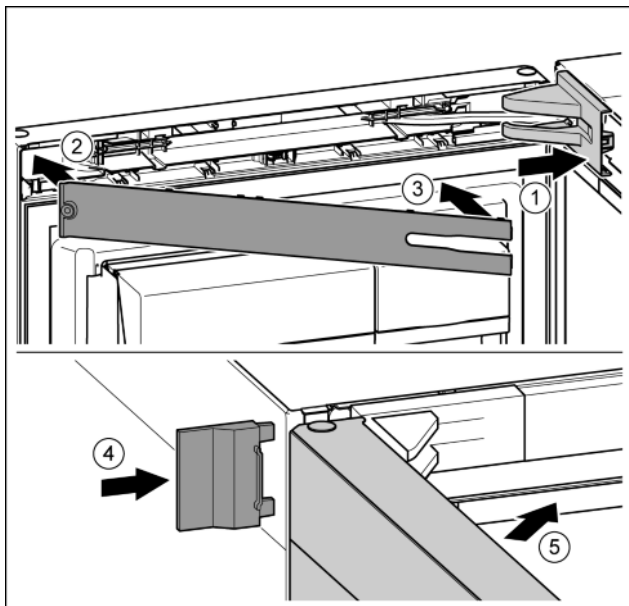

Fig. 43
- ▶ Крышку опорного кронштейна установить и зафиксировать, при необходимости, осторожно разжать. Fig. 43 (1)
- ▶ Установить накладку. Fig. 43 (2)
- ▶ Наклонить и защелкнуть накладку. Fig. 43 (3)
- ▶ Надвинуть внешнюю крышку. Fig. 43 (4)
- ▶ Закройте верхнюю дверь. Fig. 43 (5)